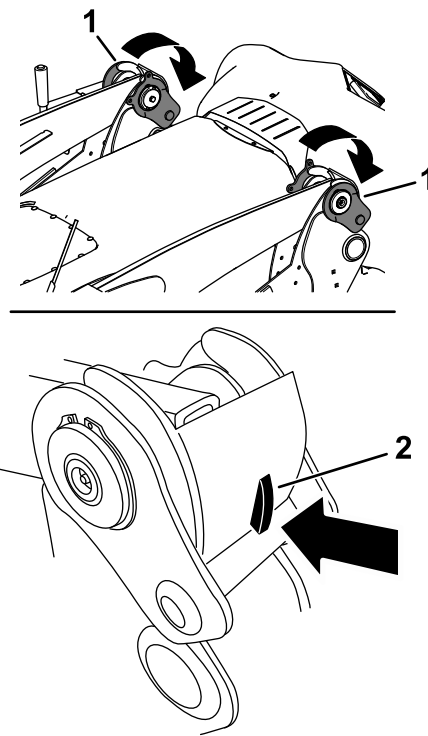

Figura 54
7. Bloccate i bracci di carico sulla macchina abbassando ciascun fermo del braccio di carico in modo che il dispositivo di chiusura serri i fermi in posizione (Figura 54).